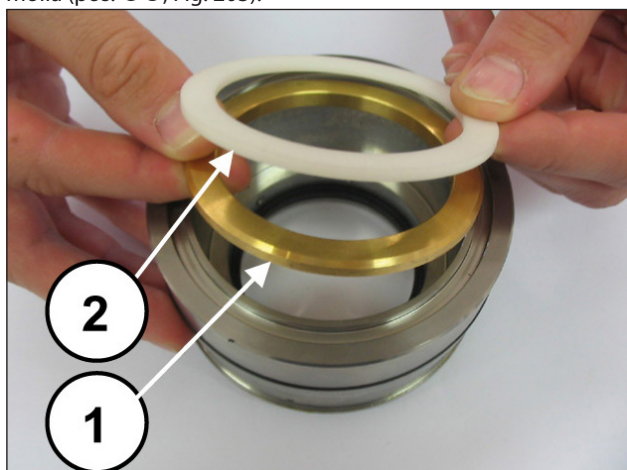
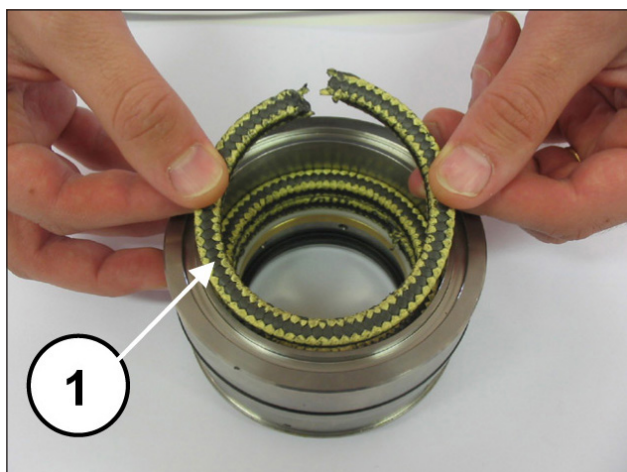
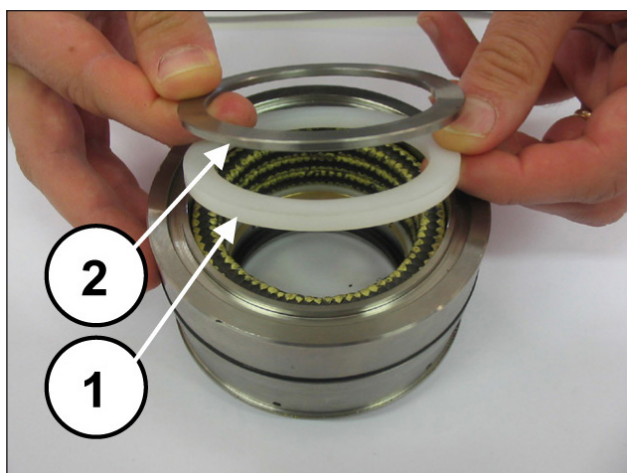

Fig. 201
Fig. 202
Fig. 203
Montare l'anello di supporto e l'anello antiestrusione (pos. ①②, Fig. 201), i tre anelli tenuta KC ponendo attenzione affinché gli intagli vengano a trovarsi a 120° l'uno dall'altro (pos. ①, Fig. 202), l'anello raschiatore tenuto KC e l'anello per molla (pos. ①②, Fig. 203).